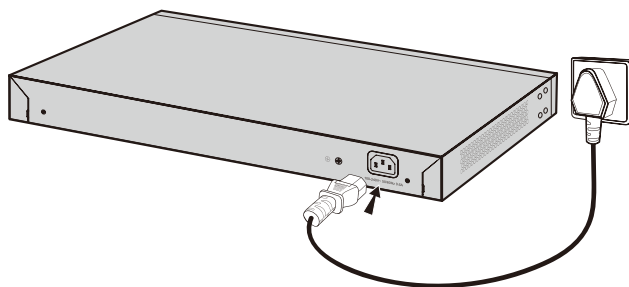

图3-3 电源线连接示意图
- 使用无线控制器原装电源线连接无线控制器与电源插座，如图3-3所示。